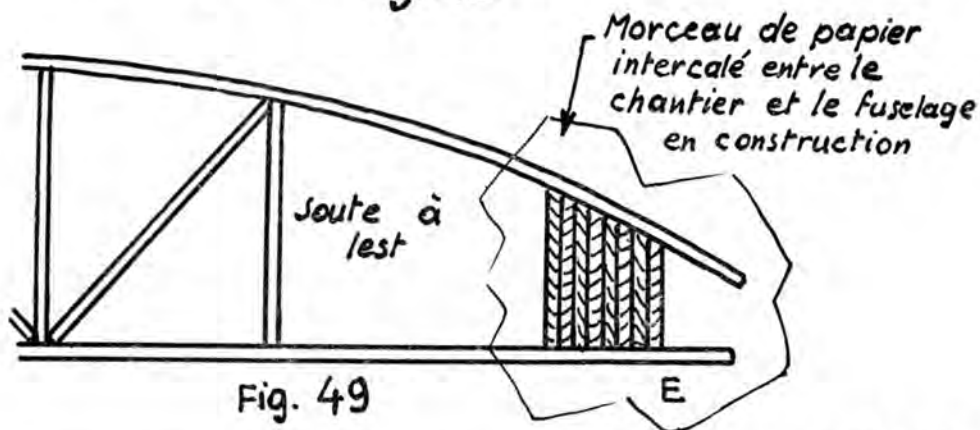

Fig. 49
6. En E faire un bourrage sur 20 à 25 mm. de longueur avec des bouts de baguettes 10 x 3 bois dur intercalés entre les deux longerons, perpendiculaires à A E et collés à plat les uns contre les autres. Employer la colle blanche de menuisier (fig. 49 et photo 2 page 29).
7. Placer la première entretoise à 50 mm. environ en arrière du bloc ainsi formé. L'espace vide entre les deux constituera la soute à lest (fig. 49 et photo 2 page 29).